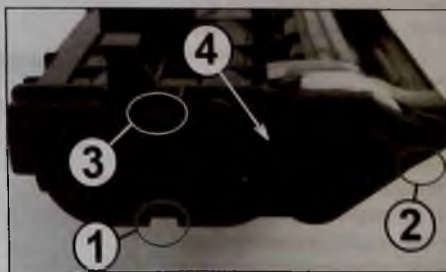

Рис. 37
4. Располагают узел проявки правой стороной к себе. Освобождают фиксаторы на нижней (1, 2 на рис. 37) и верхней (3) сторонах правой боковой крышки (4). Перемещают крышку к себе и снимают ее с узла.